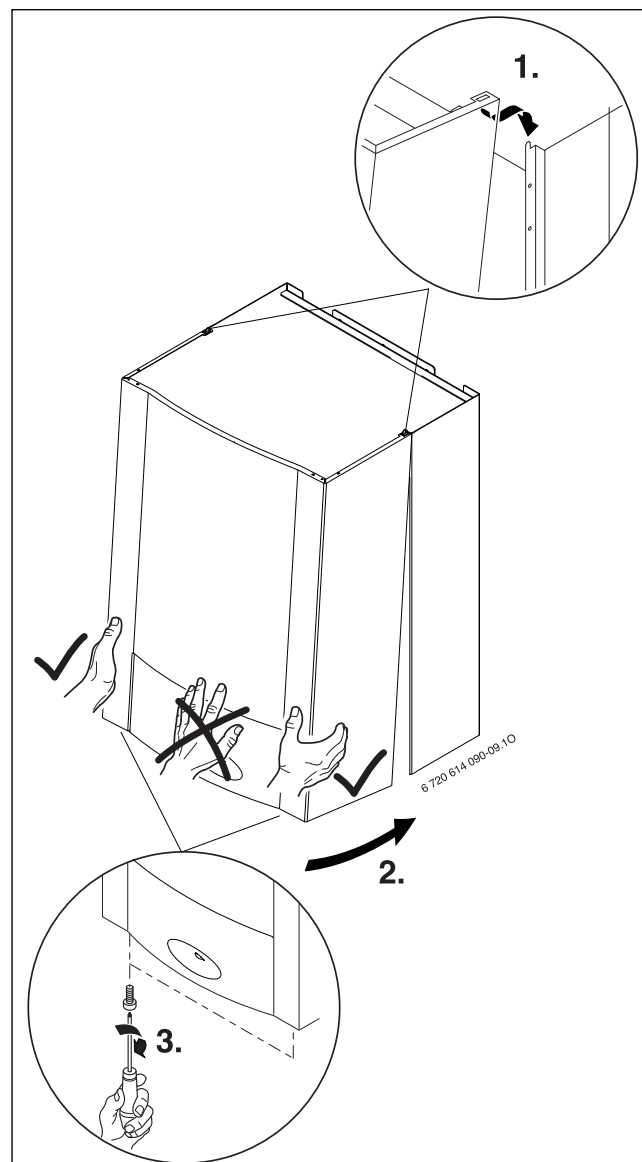

Fig. 12
- ▶ Accrocher l'habillage en haut, faire glisser les languettes dans les ouvertures des montants et fixer l'habillage à l'aide des 2 vis livrées afin d'éviter une ouverture par des personnes non habilitées (→ suivre les étapes de la figure 12).